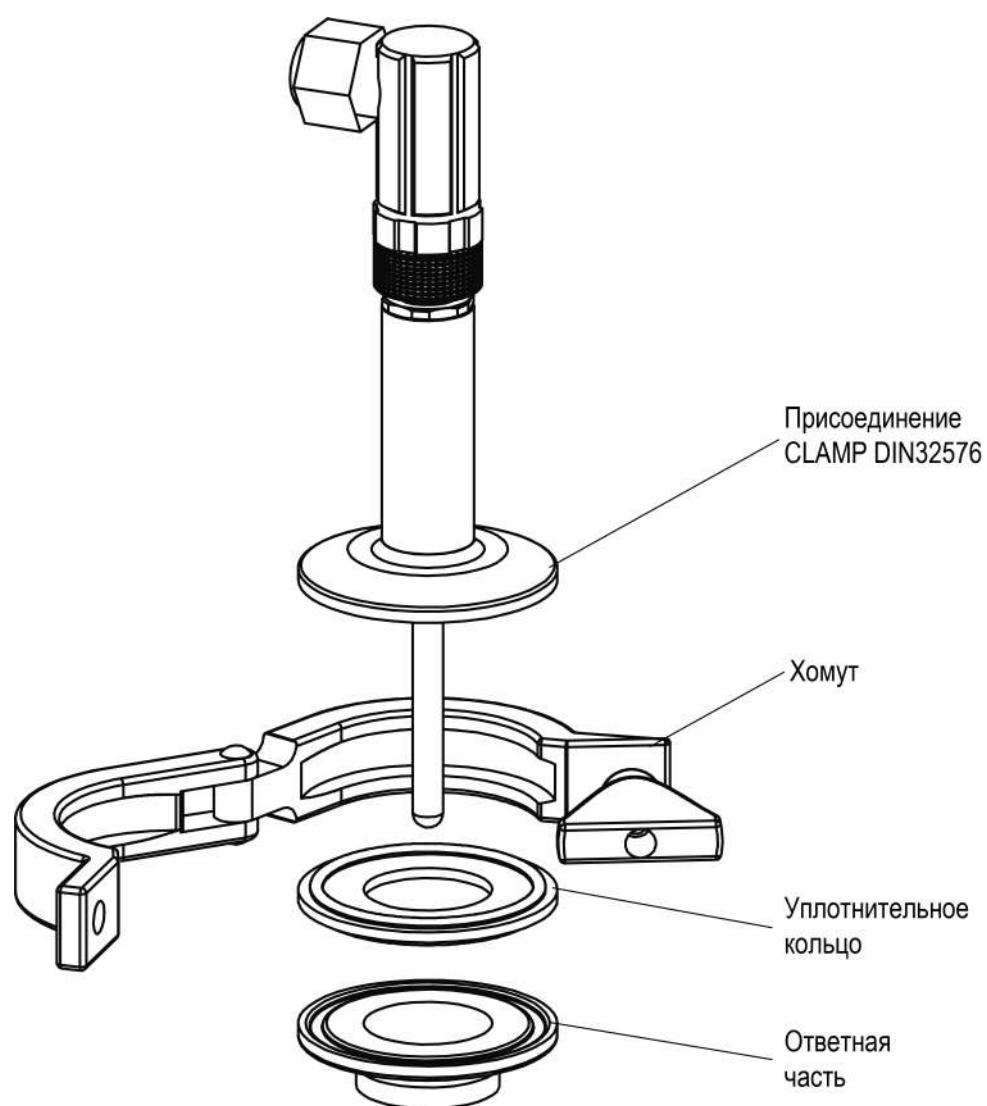

Рисунок 4.2 – Монтаж датчика с присоединением Clamp DIN 32576
4. Прижать датчик хомутом (см. рисунок 4.2) или закрутить прижимной гайкой (см. рисунок 4.2).